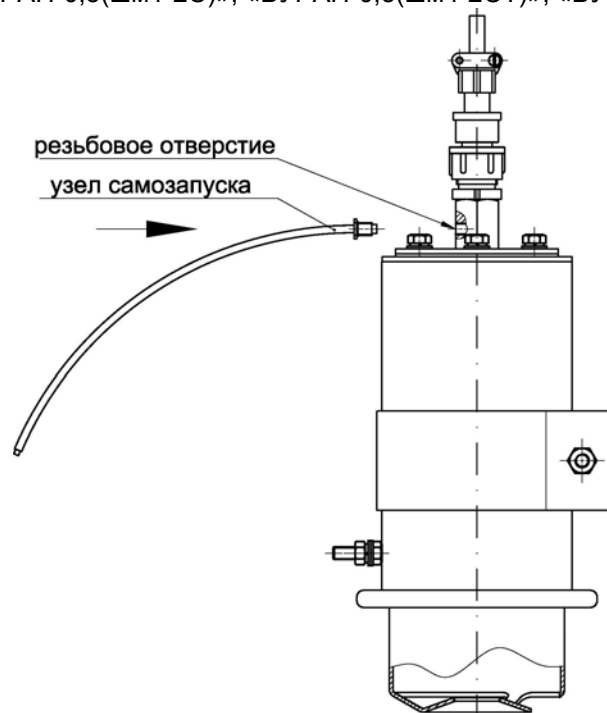

Рисунок 5. Замена поврежденного узла самозапуска или с истекшим сроком службы.
- 7.5.2 Замена поврежденного узла самозапуска или с истекшим сроком службы (см. рис. 5):